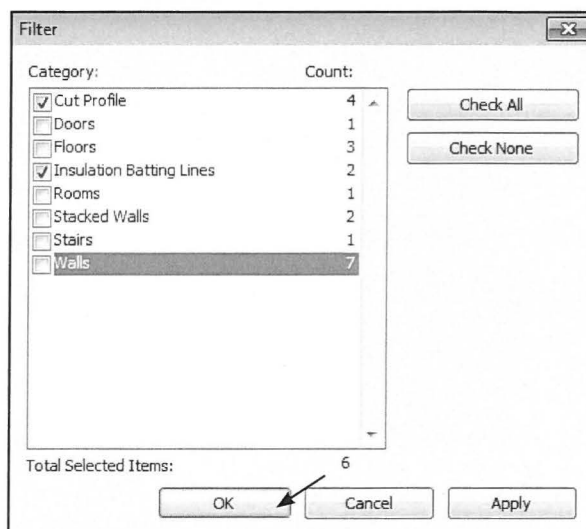

Fig. 15.09. Fravælg det der ikke skal kopieres.
- Fravælg alt på listen som ikke er 2D elementer der er tilføjet snittet (Fig. 15.09). Dette er MEGET vigtigt!